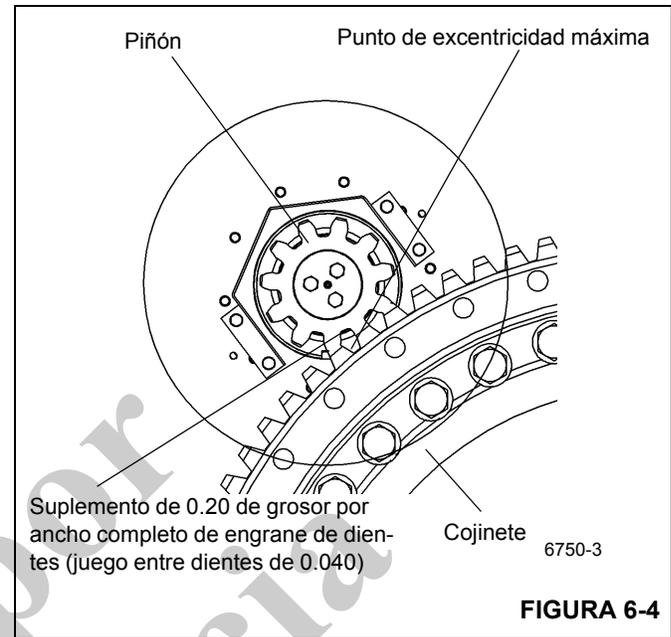

FIGURA 6-4
**NOTA:** Si se va a instalar un cojinete nuevo, será necesario instalar también un piñón nuevo. Alinee el punto alto (excentricidad máxima) del cojinete con el punto alto del piñón nuevo (Figura 6-4).